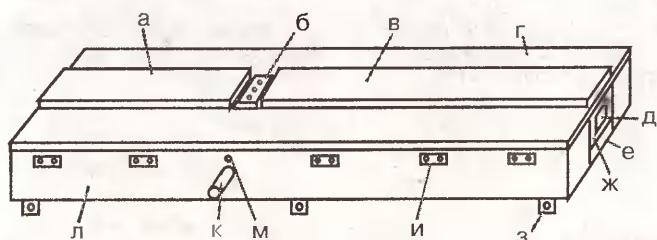

Рис. 2. Общий вид станка без приставки
**Стальные ножи (рис. 6)** привинчены к ножевому барабану квадратного сечения (**рис. 2**) болтами длиной 15 мм с резьбой M8. На одной оси вала насыжен и закреплен шпонкой **шкив клиноременной передачи** (**рис. 4**), на другой, имеющей правую и основную левую резьбу, шайбами и гайками зажаты **циркульные пилы, наждачные круги, фрезы** и другие рабочие органы.